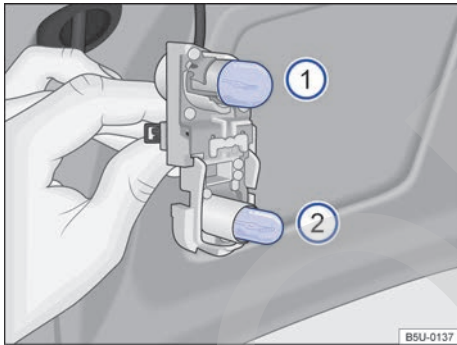

Fig. 181 En el soporte de las lámparas: ubicación de las lámparas.
5. Para remover la lámpara incandescente quemada (1) ⇒ fig. 181, presionar la lámpara contra el soporte y girar, al mismo tiempo, en el sentido antihorario.
6. Para remover la lámpara incandescente quemada (2) ⇒ fig. 181, tirar de la lámpara del soporte para removerla.
8. Para insertar la lámpara nueva (1) en el soporte, presionar la lámpara y girar, al mismo tiempo, en el sentido horario, hasta el batiente.
9. Para insertar la lámpara nueva (2) en el soporte, encajar y empujar la lámpara en el soporte.
La ubicación e identificación de las lámparas incandescentes ⇒ fig. 181 están relacionadas a continuación: